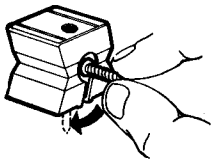

Fig. 3
- 3) Fissare la scatola esterna dei rilevatori radar con vite autofilettante e nastro biadesivo come da fig. 3, 4, 5.